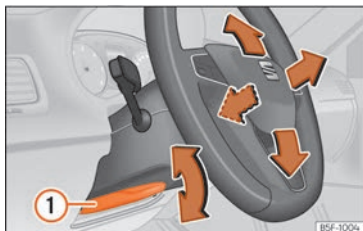

Fig. 21 Leva nella parte inferiore del lato sinistro del piantone dello sterzo.
- Regolazione della posizione del volante: tirare la leva » » » **fig. 21** ① verso il basso, muovere il volante verso la posizione desiderata e risolvere la leva fino al punto di chiusura.